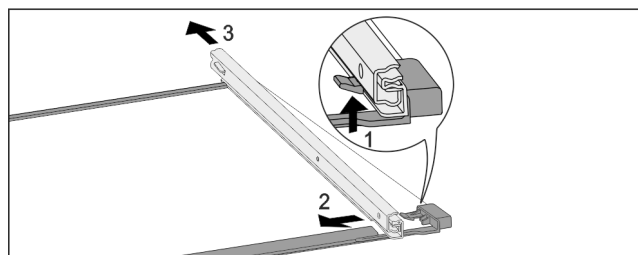

Fig. 133 Placa de sticlă cu șine
- Apăsați în sus cârligul de blocare frontal. Fig. 133 (1)
- Îndepărtați șinele de extragere prin împingere în lateral Fig. 133 (2) și spre spate Fig. 133 (3).